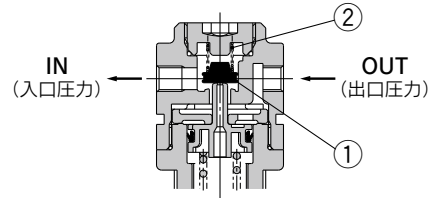

図2
入口圧力が遮断され排気されると、バルブ①に作用している入口圧力がなくなりバルブ①をシートさせる力は、バルブスプリング②の力だけとなり、バルブ①を開かせようとする出口圧力によって、バルブ①が開き、出口圧力は入口側へ排出されます(図2)。
入口圧力が遮断され、排気されると、チェック弁②が開きダイヤフラム室内①の圧力が入口側へ排出されます(図2)。